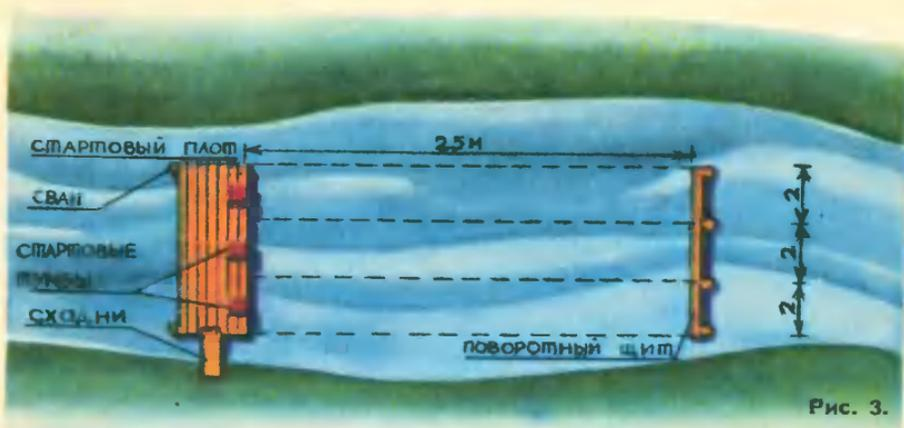
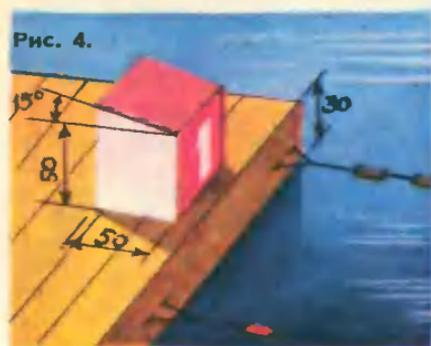

Рис. 3.
Рис. 4.
Простейший бассейн для плавания на естественном водоеме — стартовый мостик и поворотные щиты, закрепленные на сваях или плотках (рис. 3). Стартовый плот может иметь ширину 1,5—2,5 м (рис. 4). Он крепится к сваям так, чтобы при переменном уровне воды мог подниматься и опускаться. Но расстояние до противоположного поворотного щита должно оставаться неизменным: 25 или 50 м. Поворотный щит возвышается над уровнем воды на 30 см и уходит под воду на 1 м. Стартовый плот тоже снабжается поворотным щитом.
**Сто очков.** Диск из прозрачного оргстекла, микроэлектродвигатель М1, лампочка освещения Л1, переключатель П1 на два положения, выключатель В1 да батарейка от карманного фонаря — вот и все детали этой игры (рис. 3). На нижнюю сторону диска наклеено бумажное кольцо с клетками (их число от 10 до 20). В каждой клетке написаны цифры по порядку, начиная с 0. Кольцо приклеивается к диску цифрами книзу. Толщина бумаги берется такой, чтобы цифры не просматривались сквозь нее, но в то же время были хорошо видны при освещении снизу.